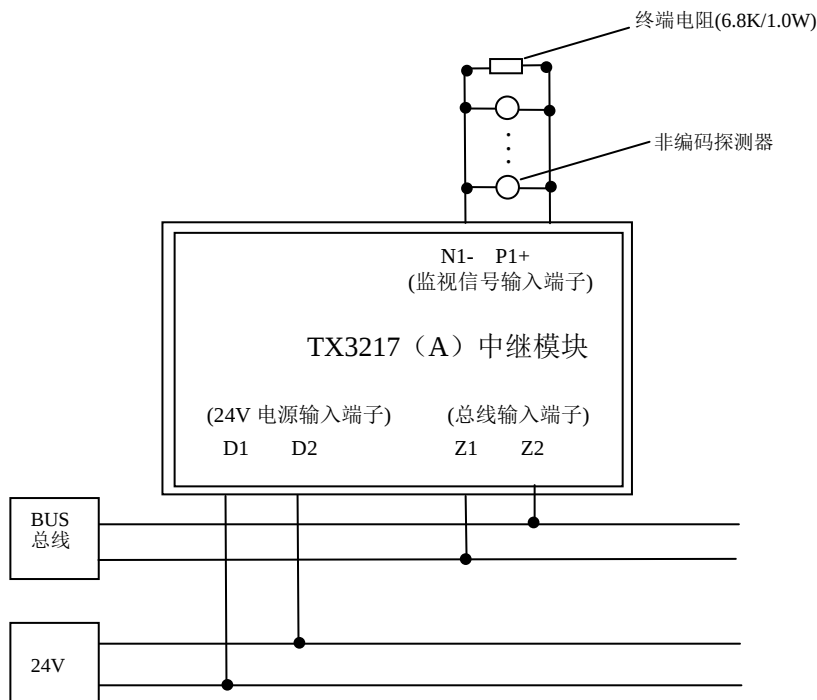

图 5 TX3217 (A) 接线方式
2. 在监视信号输入线的末端（远离模块端）必须并联一个 $6.8k\Omega/1W$ 的终端电阻（具体接线方法参见图 5）。
接线方式如图 5 所示